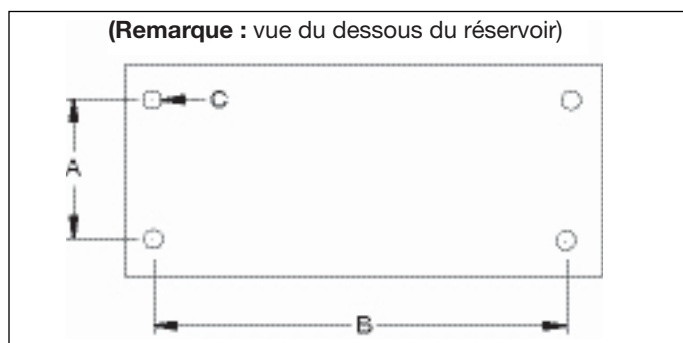

Figure 3, Dimensions de montage
4.2 Montage de la pompe (cf. Figure 3)
Veillez consulter la figure 3 pour les dimensions de montage afin d'installer la pompe à une surface fixe.